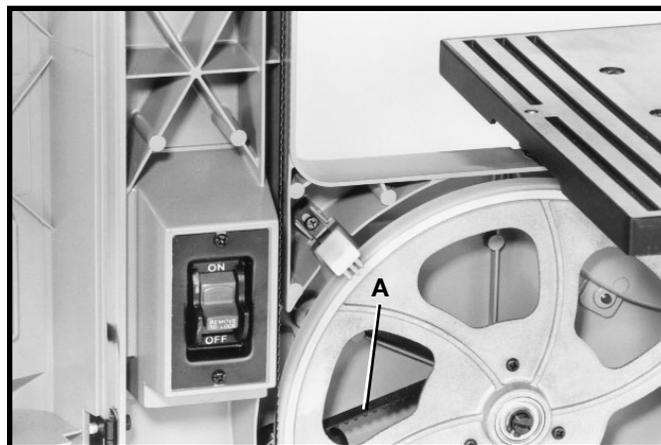
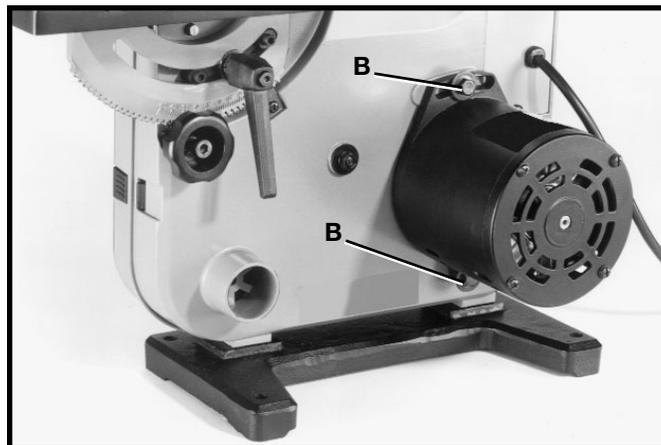

Fig. 29
Fig. 30
2. La courroie (A) fig. 29, entraîne la poulie de la scie à partir de la poulie du moteur. La bonne tension de la courroie (A) est obtenue lorsqu'il y a un mou d'environ 1/4 po dans la courroie (A) à mi-chemin entre les deux poulies, et ce en appuyant légèrement avec un doigt. S'il est nécessaire de régler la tension de la courroie, desserrez deux vis (B) fig. 30 et pivotez le moteur en conséquence. Resserrez les vis (B) une fois le réglage terminé.